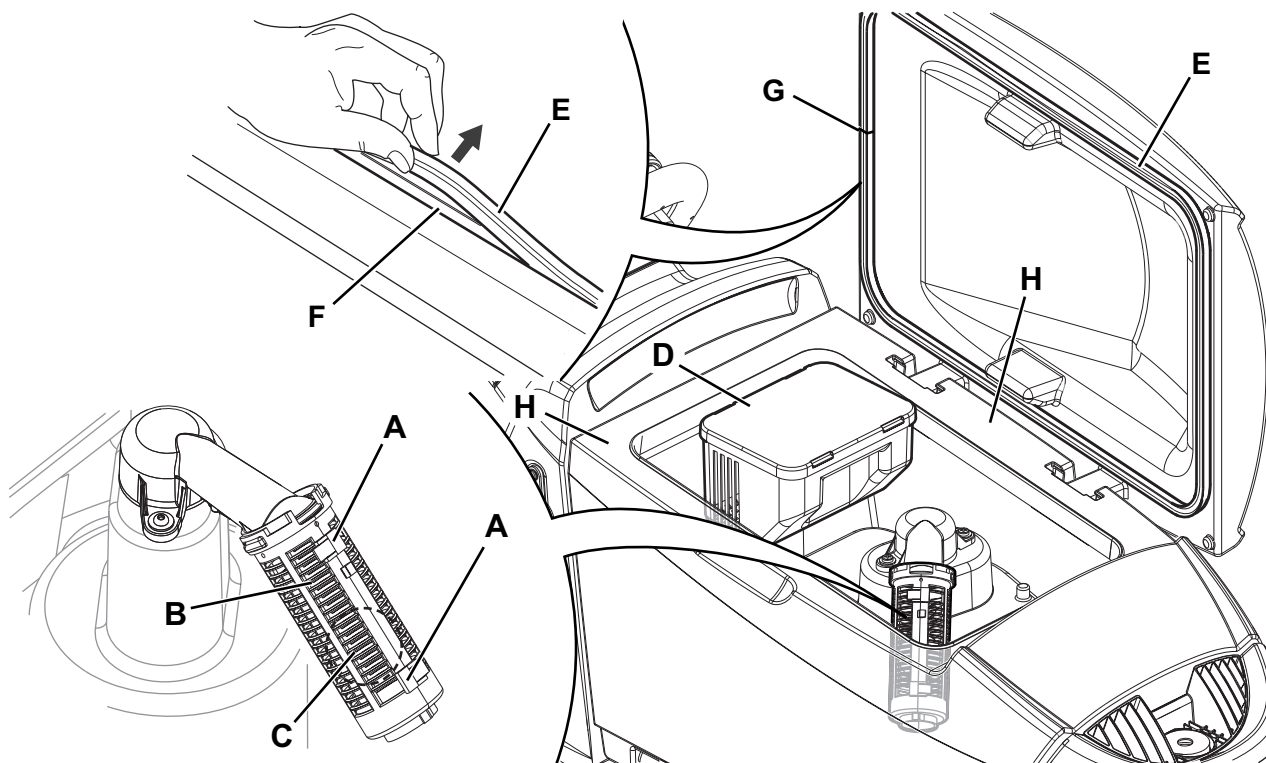

Figure 12
2. S'assurer que la machine est éteinte avec la clé opérateur (52) retirée.
3. Ouvrir le couvercle (34).
4. Vider l'eau du réservoir avec le tuyau de vidange (12).
5. Nettoyer la grille d'aspiration (31), dégager les dispositifs de retenue (A, Fig. 12), ouvrir la grille (B), récupérer le flotteur (C) et nettoyer soigneusement ; enfin reposer en place.
6. Démonter le bac de récupération des débris (D) et ouvrir son couvercle, puis nettoyer soigneusement et ré-installer le tuyau d'aspiration.
7. Contrôler l'intégrité du joint d'étanchéité (E) du couvercle du réservoir.